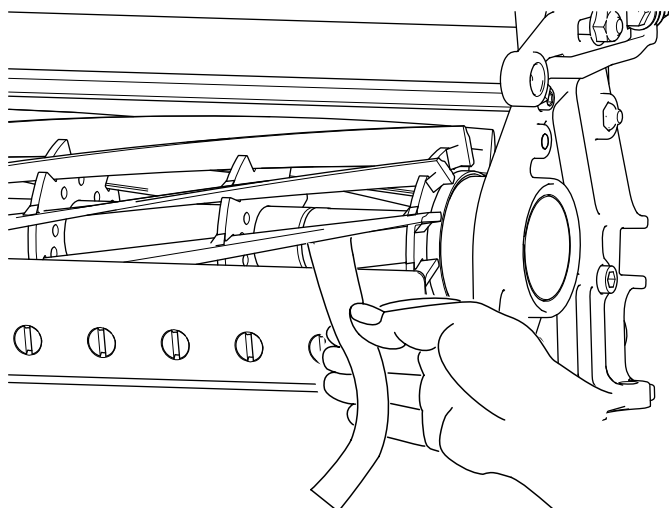

Figure 8
- B. Insérez une longue bande de papier de performance de coupe (réf. Toro 125-5610) entre le cylindre et la contre-lame, perpendiculairement à la contre-lame (Figure 8), puis tournez **lentement** le cylindre en avant ; il devrait couper le papier ; si ce n'est pas le cas, répétez les opérations **A** et **B** jusqu'à ce que le papier soit coupé.
11. Insérez une longue bande de papier de performance de coupe (réf. Toro 125-5610) entre le cylindre et la contre-lame, perpendiculairement à la contre-lame (Figure 8), puis tournez **lentement** le cylindre en avant ; il devrait couper le papier ; s'il ne le coupe pas, tournez chaque vis de réglage de la barre d'appui de 1 cran dans le sens horaire et répétez cette opération jusqu'à ce le papier soit coupé.